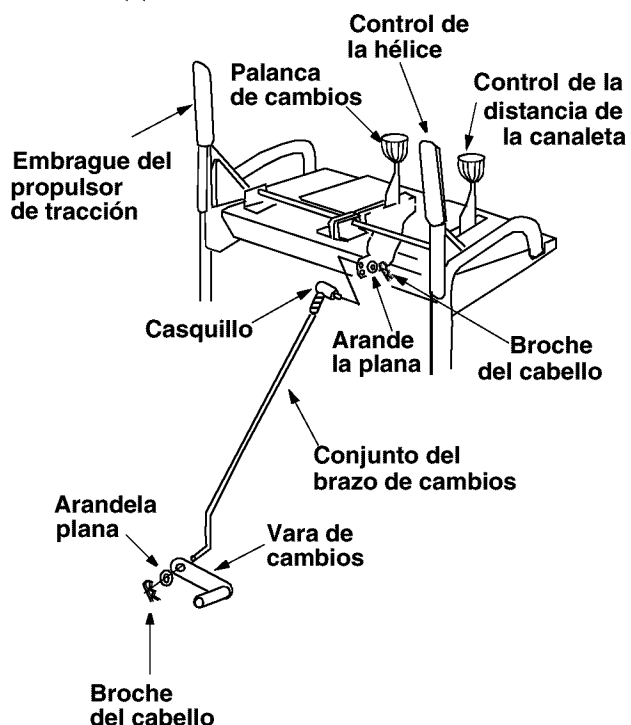

Figura 10
- Coloque el extremo doblado de la vara de cambio dentro del orificio en el conjunto del brazo de cambios. Vea la Figura 10. Asegure con la arandela plana de 5/16 y el broche de cabello del conjunto de ferretería (grupo E).
- Asegure el casquillo a la palanca de cambios con otra arandela plana de 5/16 y broche del cabello del grupo D del conjunto de ferretería. Vea la Figura 10.